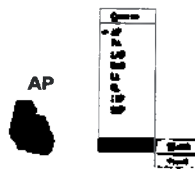

Рис. 7-2: Использование значка проекции
- Нажать правой кнопкой мыши на значок проекции (Рис. 7-2) и выбрать необходимую проекцию
- 2) Нажать правой кнопкой мыши на значок проекции (Рис. 7-2) и выбрать опцию <Define> (Определить).